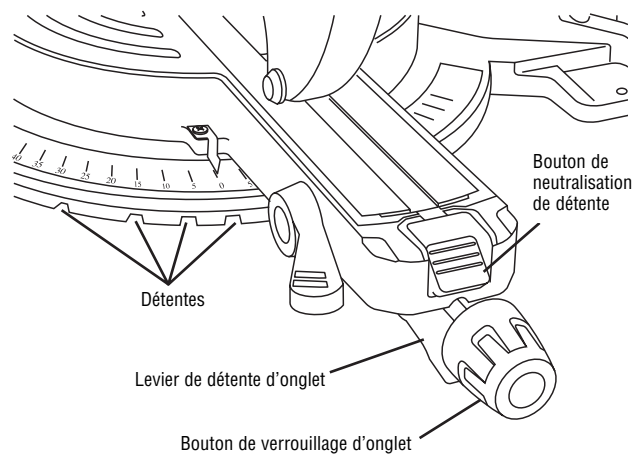

Figure 41. Neutralisation de détente
1. Tirez sur le levier de détente d'onglet et maintenez-le dans cette position – le levier est situé sous le bras avant de la plaque tournante (voir Figure 41).
2. Appuyez sur la moitié supérieure du bouton de neutralisation de détente puis relâchez votre prise du levier de détente. Le bouton de neutralisation restera dans la position abaissée (DOWN) (voir Figure 41).